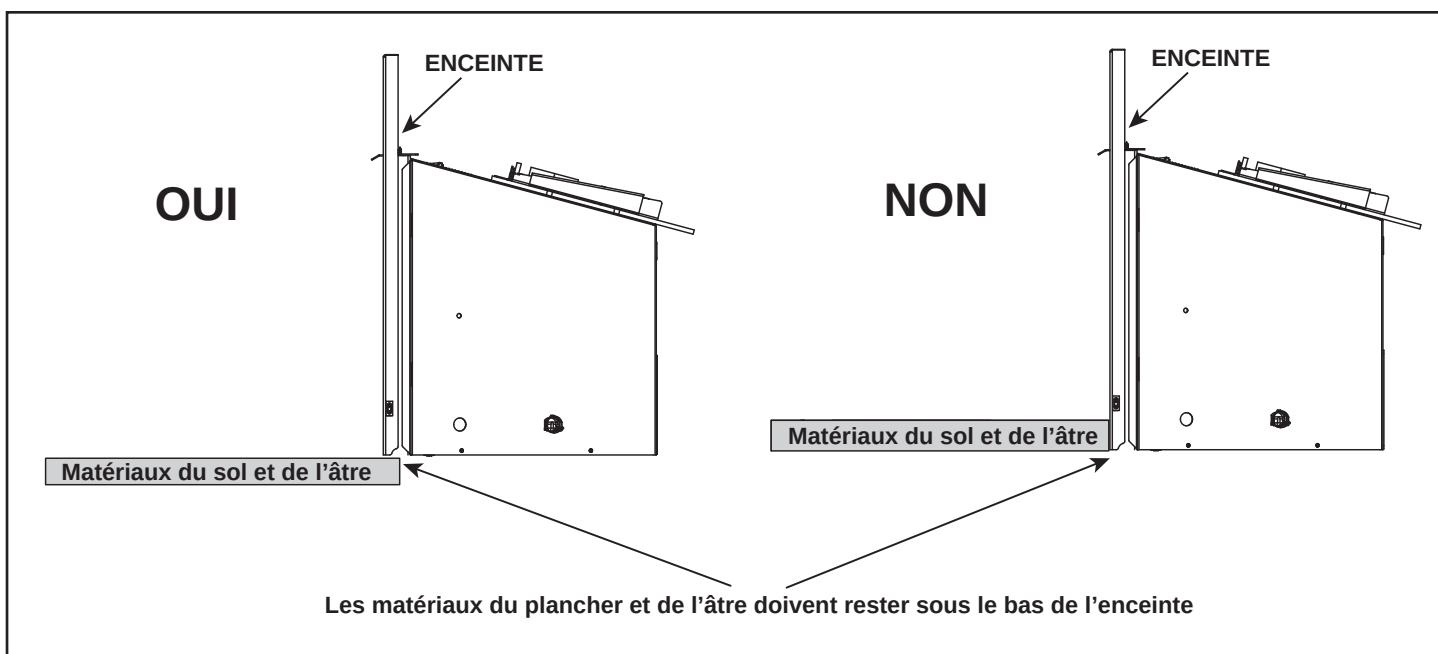

Figure 3.17 Matériaux du plancher et de l'âtre
- Tous les matériaux du plancher et de l'âtre doivent rester sous la partie inférieure de l'enceinte. Voir la figure 3.17.